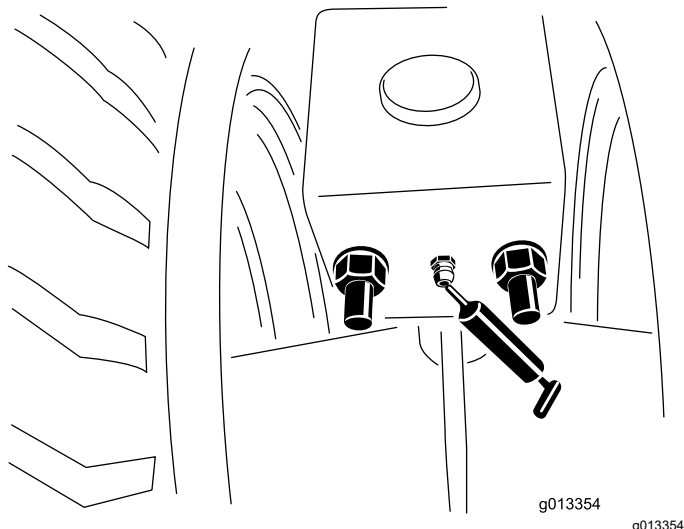

Figura 57
1. Pulite i raccordi di ingrassaggio (Figura 57).